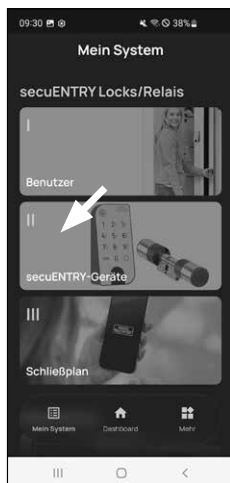

Fig. 1
- 1 Pulse en el segundo apartado del menú «II - Equipos secuENTRY» (Fig. 1).